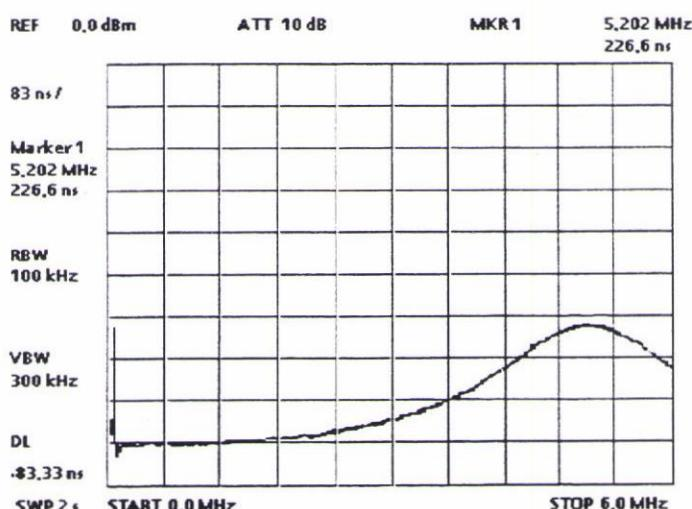

Bild 7-9 Gruppenlaufzeit von Allpaß 5
- Mit R421 die Gruppenlaufzeit so einstellen, daß sich eine Differenz der Laufzeit zwischen 0,5 MHz und 5,2 MHz von ca. 217 ns ergibt (siehe Bild 7-9).